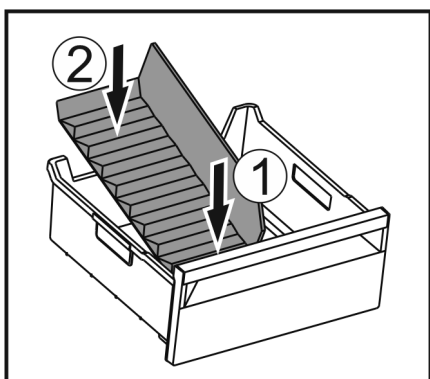

Fig. 235
- Aseta jäälaatikon jakajan etuosa paikalleen. Fig. 235 (1)
- Laske jäälaatikon jakajan takaosa vetolaatikon pohjalle saakka. Fig. 235 (2)